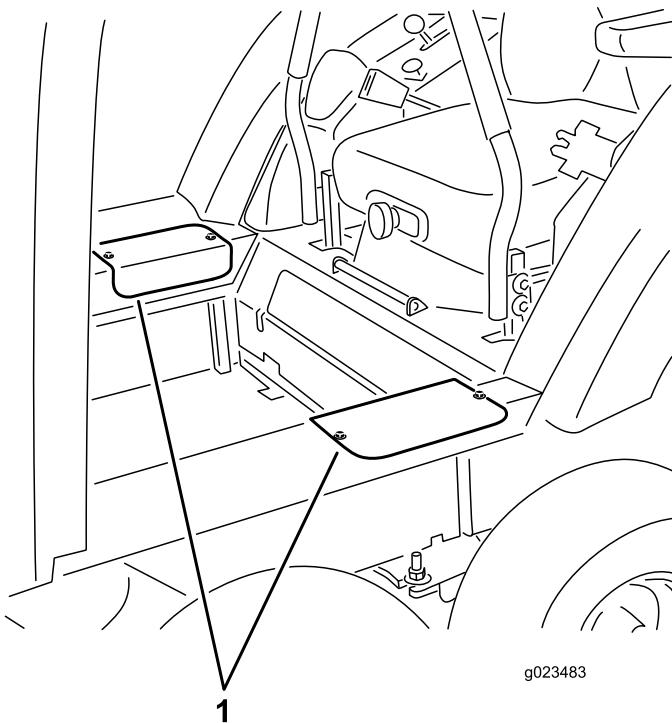

Figure 33
27. Posez les couvercles d'accès latéraux avec les vis retirées précédemment (Figure 33).